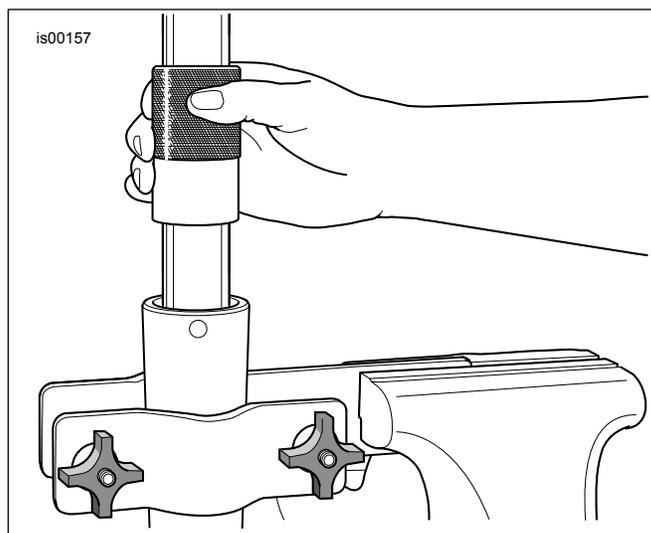

Figura 4. Montaggio del paraolio della forcella
5. Stendere un velo di olio per forcelle pulito sul diametro interno (D.I.) e sul diametro esterno (D.E.) della boccola del fodero (E). Far scorrere la boccola del fodero nella canna della forcella (in una direzione qualsiasi).
6. Far scorrere nella canna della forcella la guarnizione di tenuta del distanziale (D) finché non tocchi la boccola del fodero (in un senso o nell'altro).
7. Stendere un velo di olio per forcelle pulito sul diametro interno del **nuovo** paraolio della forcella (4). Stendere un velo di grasso per guarnizioni di tenuta Harley-Davidson sul diametro esterno del paraolio della forcella. Con le lettere rivolte verso l'alto, far scorrere nella canna della forcella il paraolio della forcella finché non tocchi la guarnizione di tenuta del distanziale.
8. Vedere Figura 4 Munirsi di un attrezzo per guarnizioni di tenuta/boccole della forcella (HD-45305) e procedere come segue:
- b. Vedere Figura 4 Con un attrezzo tipo estrattore inerziale, spingere il paraolio della forcella (con la guarnizione di tenuta del distanziale e la boccola del fodero) dentro la canna della forcella finché la scanalatura del fermo di ritegno non sia visibile all'interno del fodero della forcella.